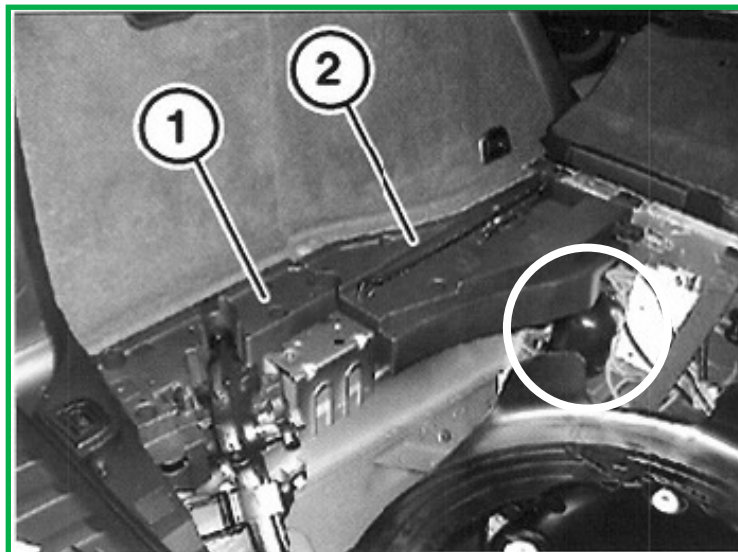

FIGURA 2
4. Extraiga el soporte de los largueros (1) y (2) para obtener acceso al depósito de aire. (Figura 2)